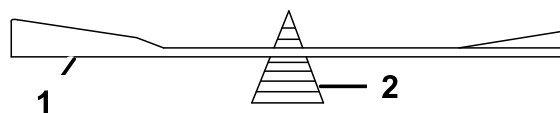

Figura 70
- Verifique el equilibrio de la cuchilla colocándola sobre un equilibrador de cuchillas (Figura 70).